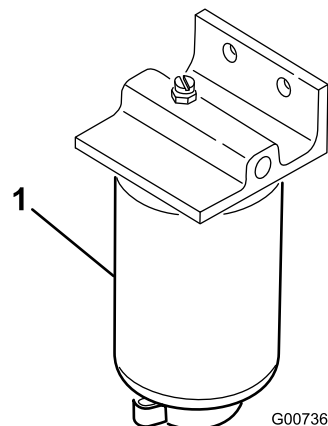

Figura 31
1. Mettete un contenitore pulito sotto il filtro del carburante(Figura 31).